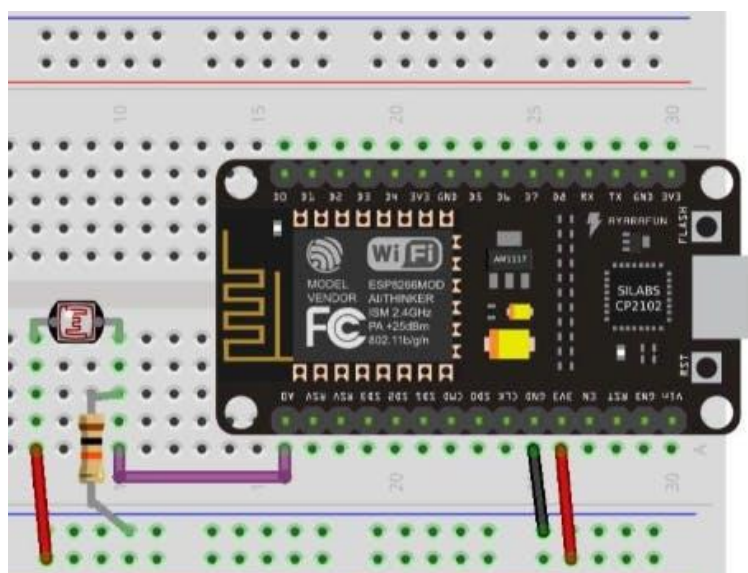
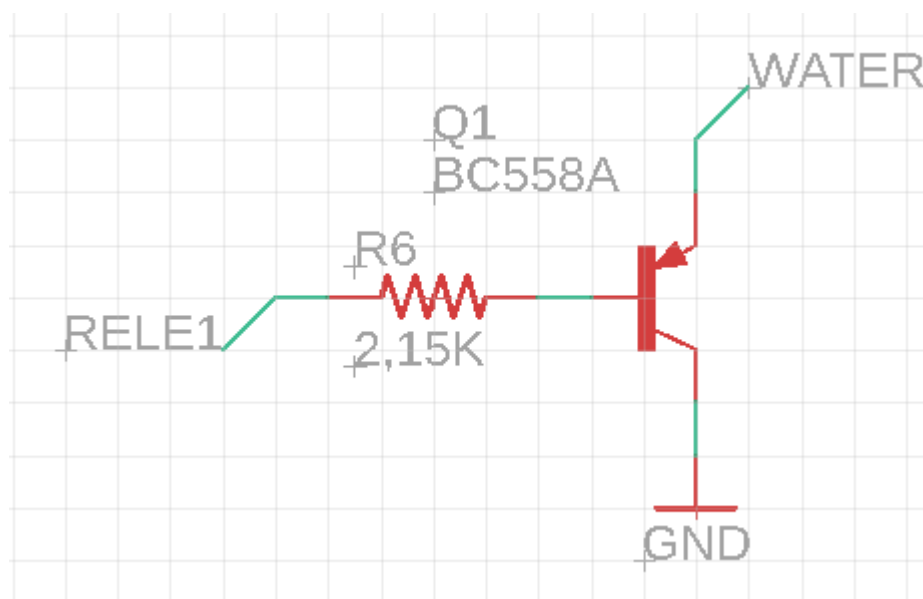

Figura 2: Forma correta de ligar o LDR no microcontrolador.
Figura 3: Utilização do transistor no projeto.
Para isso a EMJEL utilizou o software do EAGLE, fornecido pela Autodesk, para criar o esquemático do circuito (figura 2) e posteriormente realizar o layout que será impresso na PCB (figura 3). Ambos os arquivos foram entregues ao cliente e as imagens estão em anexo a esse documento.
- 1) **Resistores nos LDRs:** Inicialmente em protoboard, foi entregue um projeto utilizando o mesmo resistor de 100Ω para os 2 LDRs. O valor do resistor em série com LDR não tem nenhum valor definido, visto que pra ajustar é só fazer uma alteração no código. Mas evita-se usar valores muito baixos, que podem se aproximar de um fio normal, estando ligado diretamente no terra. Na primeira mudança, foi utilizado um resistor de 10k Ω para cada LDR, visto ser o mais comum encontrado em projetos. Porém após a confecção da placa, os testes para o LDR não funcionaram como deveriam, isso se deve pelo fato de no circuito feito em protoboard, o LDR não foi alimentado em 5V, não havendo circulação de corrente, logo não há divisor de tensão para efetuar as leituras. Essa correção foi feita no layout, não havendo mais problemas. A figura 2 indica como o circuito deveria ter sido feito.
- 4) **Substituição dos Relés por transistores:** Visando a diminuição do tamanho físico da placa, foi proposto substituir a peça pronta e grande do relé, por 2 transistores (funcionando como chave) que tem a mesma função de usar um sinal baixo do microcontrolador para conduzir uma grande quantidade de corrente. Foi utilizado 2 transistores BC558, que na base foi conectado o NodeMCU e no coletor e emissor, foram colocados os terminais da chave. Quando houver 5V na base, o transistor estará com chave fechada, conduzindo corrente. Quando houver 0V a chave estará aberta. O circuito utilizado está representado na figura 3.